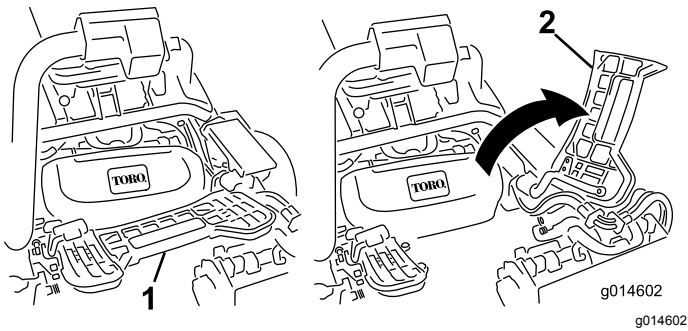

Figure 47
2. Relevez le repose-pieds pour accéder à la position de l'unité de coupe centrale (Figure 47).